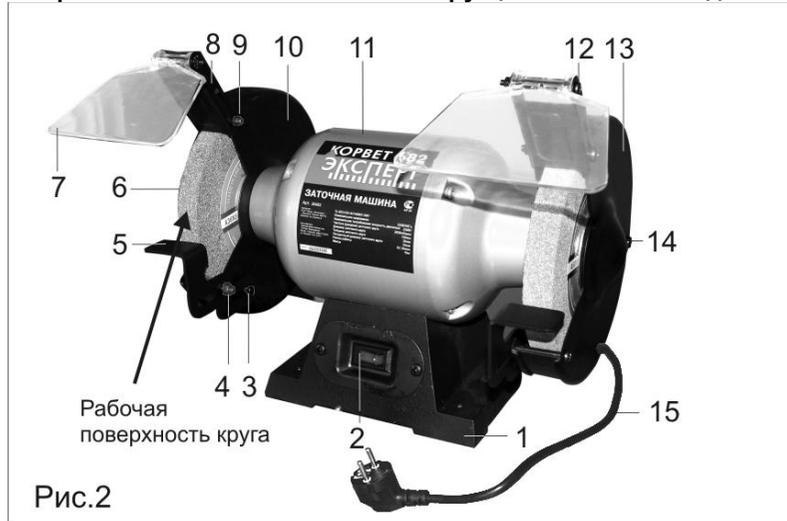

Рис.2
Машина состоит из следующих сборочных единиц и деталей (Рис. 2):
Установите машину на ровной и устойчивой поверхности верстака и надежно закрепите её через специальные отверстия в основании 1 (Рис. 2) с помощью болтовых соединений (не комплектуются).
9. СБОРКА И РЕГУЛИРОВКА (Рис. 2)
10.1. Пуск машины (Рис. 2)
10.2. Заточка режущего инструмента (Рис. 2)
11. ЗАМЕНА ШЛИФОВАЛЬНОГО КРУГА (Рис. 2, 3)
После работы очищайте машину от абразивной пыли, металлических опилок и т.д. Перед работой на машине проверяйте крепление всех элементов конструкции машины. Регулярно очищайте защитные экраны 7 (Рис. 2) влажной тряпкой, обеспечивая видимость рабочей зоны. Не используйте растворители или очистители, выработанные на основе нефтепродуктов.